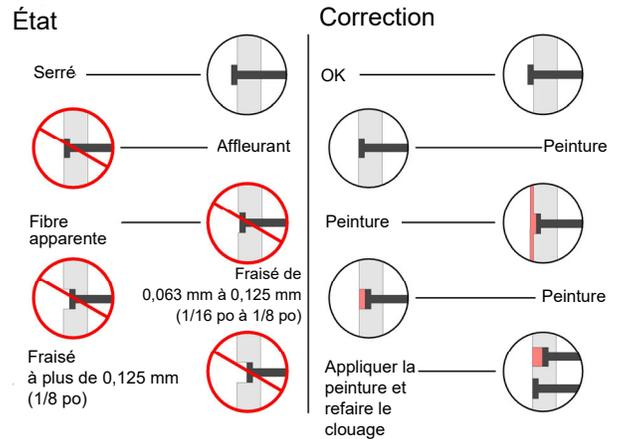

Figure 1
- La tête du clou doit être bien ajustée à la surface du revêtement, mais ne doit pas être affleurante au point de déformer la surface du revêtement.(Figure 1)